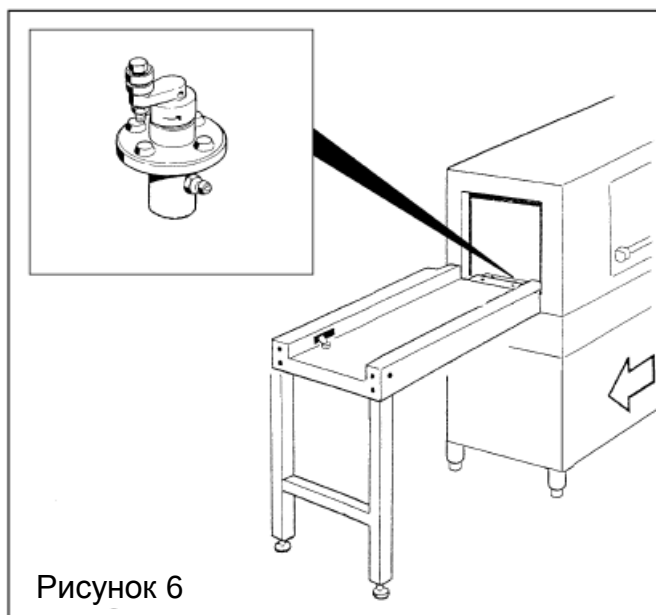

Рисунок 6
- Необходимо проверить правильное вращение всех электродвигателей посудомоечной машины; вращение правильное, если стрелка на сборке привода вращается в нужном направлении (вправо) (см. рисунок 6).